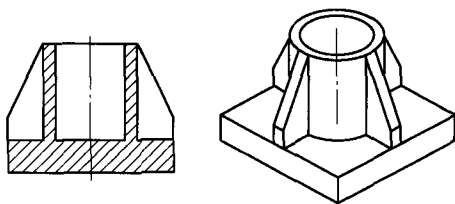

图 3
(1) 改进前三拐曲轴铸件定位支撑套设计(见图3) ①以往隔膜泵三拐曲轴在部装调试时,是将曲轴垂直落入地坑铸钢件的定位支撑套